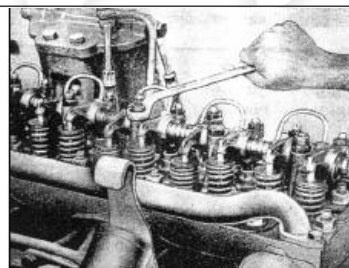

РИС. 59
2) Открутите крепежные болты кронштейна коромысел клапанов и снимите их (рис. 59).